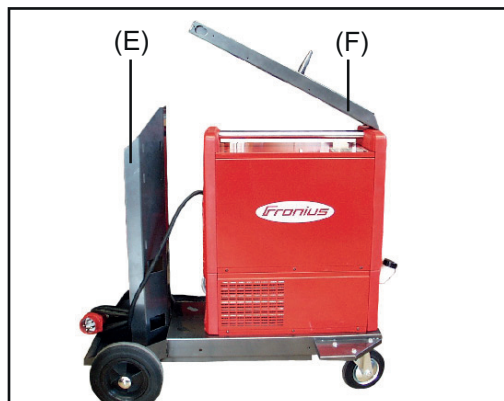

Abb. 6 Drahtvorschubaufnahme abmontieren
- 3 Drahtvorschubaufnahme (F) von der Gasflaschen-Halterung (E) abschrauben (Abb.6)
- 4 Drahtvorschubaufnahme (F) nach oben schwenken, von der Stromquelle aushaken und abnehmen (Abb.6)
- 5 Sicherungsband von der Gasflaschen-Halterung (E) abnehmen